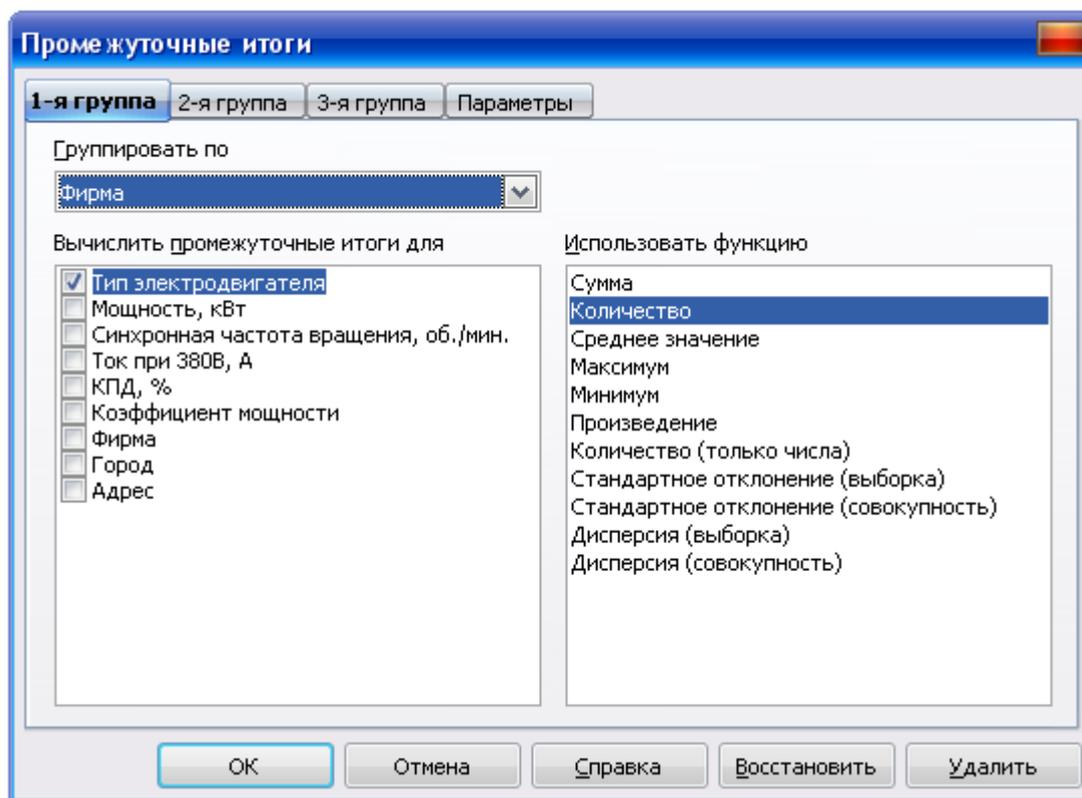

Рис. 7.14. Диалоговое окно Промежуточные итоги
2. В диалоговом окне **Промежуточные итоги** во вкладке **1-я группа** (рис. 7.14) в раскрывающемся списке **Группировать по** выбрать поле **Фирма**, для данных которого будут рассчитываться итоги.